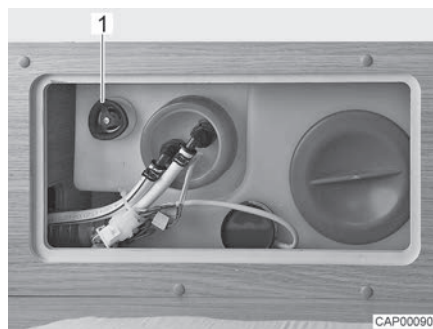

Fig. 110 Serbatoio dell'acqua con maniglia girevole
- Sul serbatoio dell'acqua ruotare la maniglia girevole (Fig. 110,1) in senso antiorario, oltre la resistenza verso l'esterno fino all'arresto, per aprire completamente l'apertura di scarico.